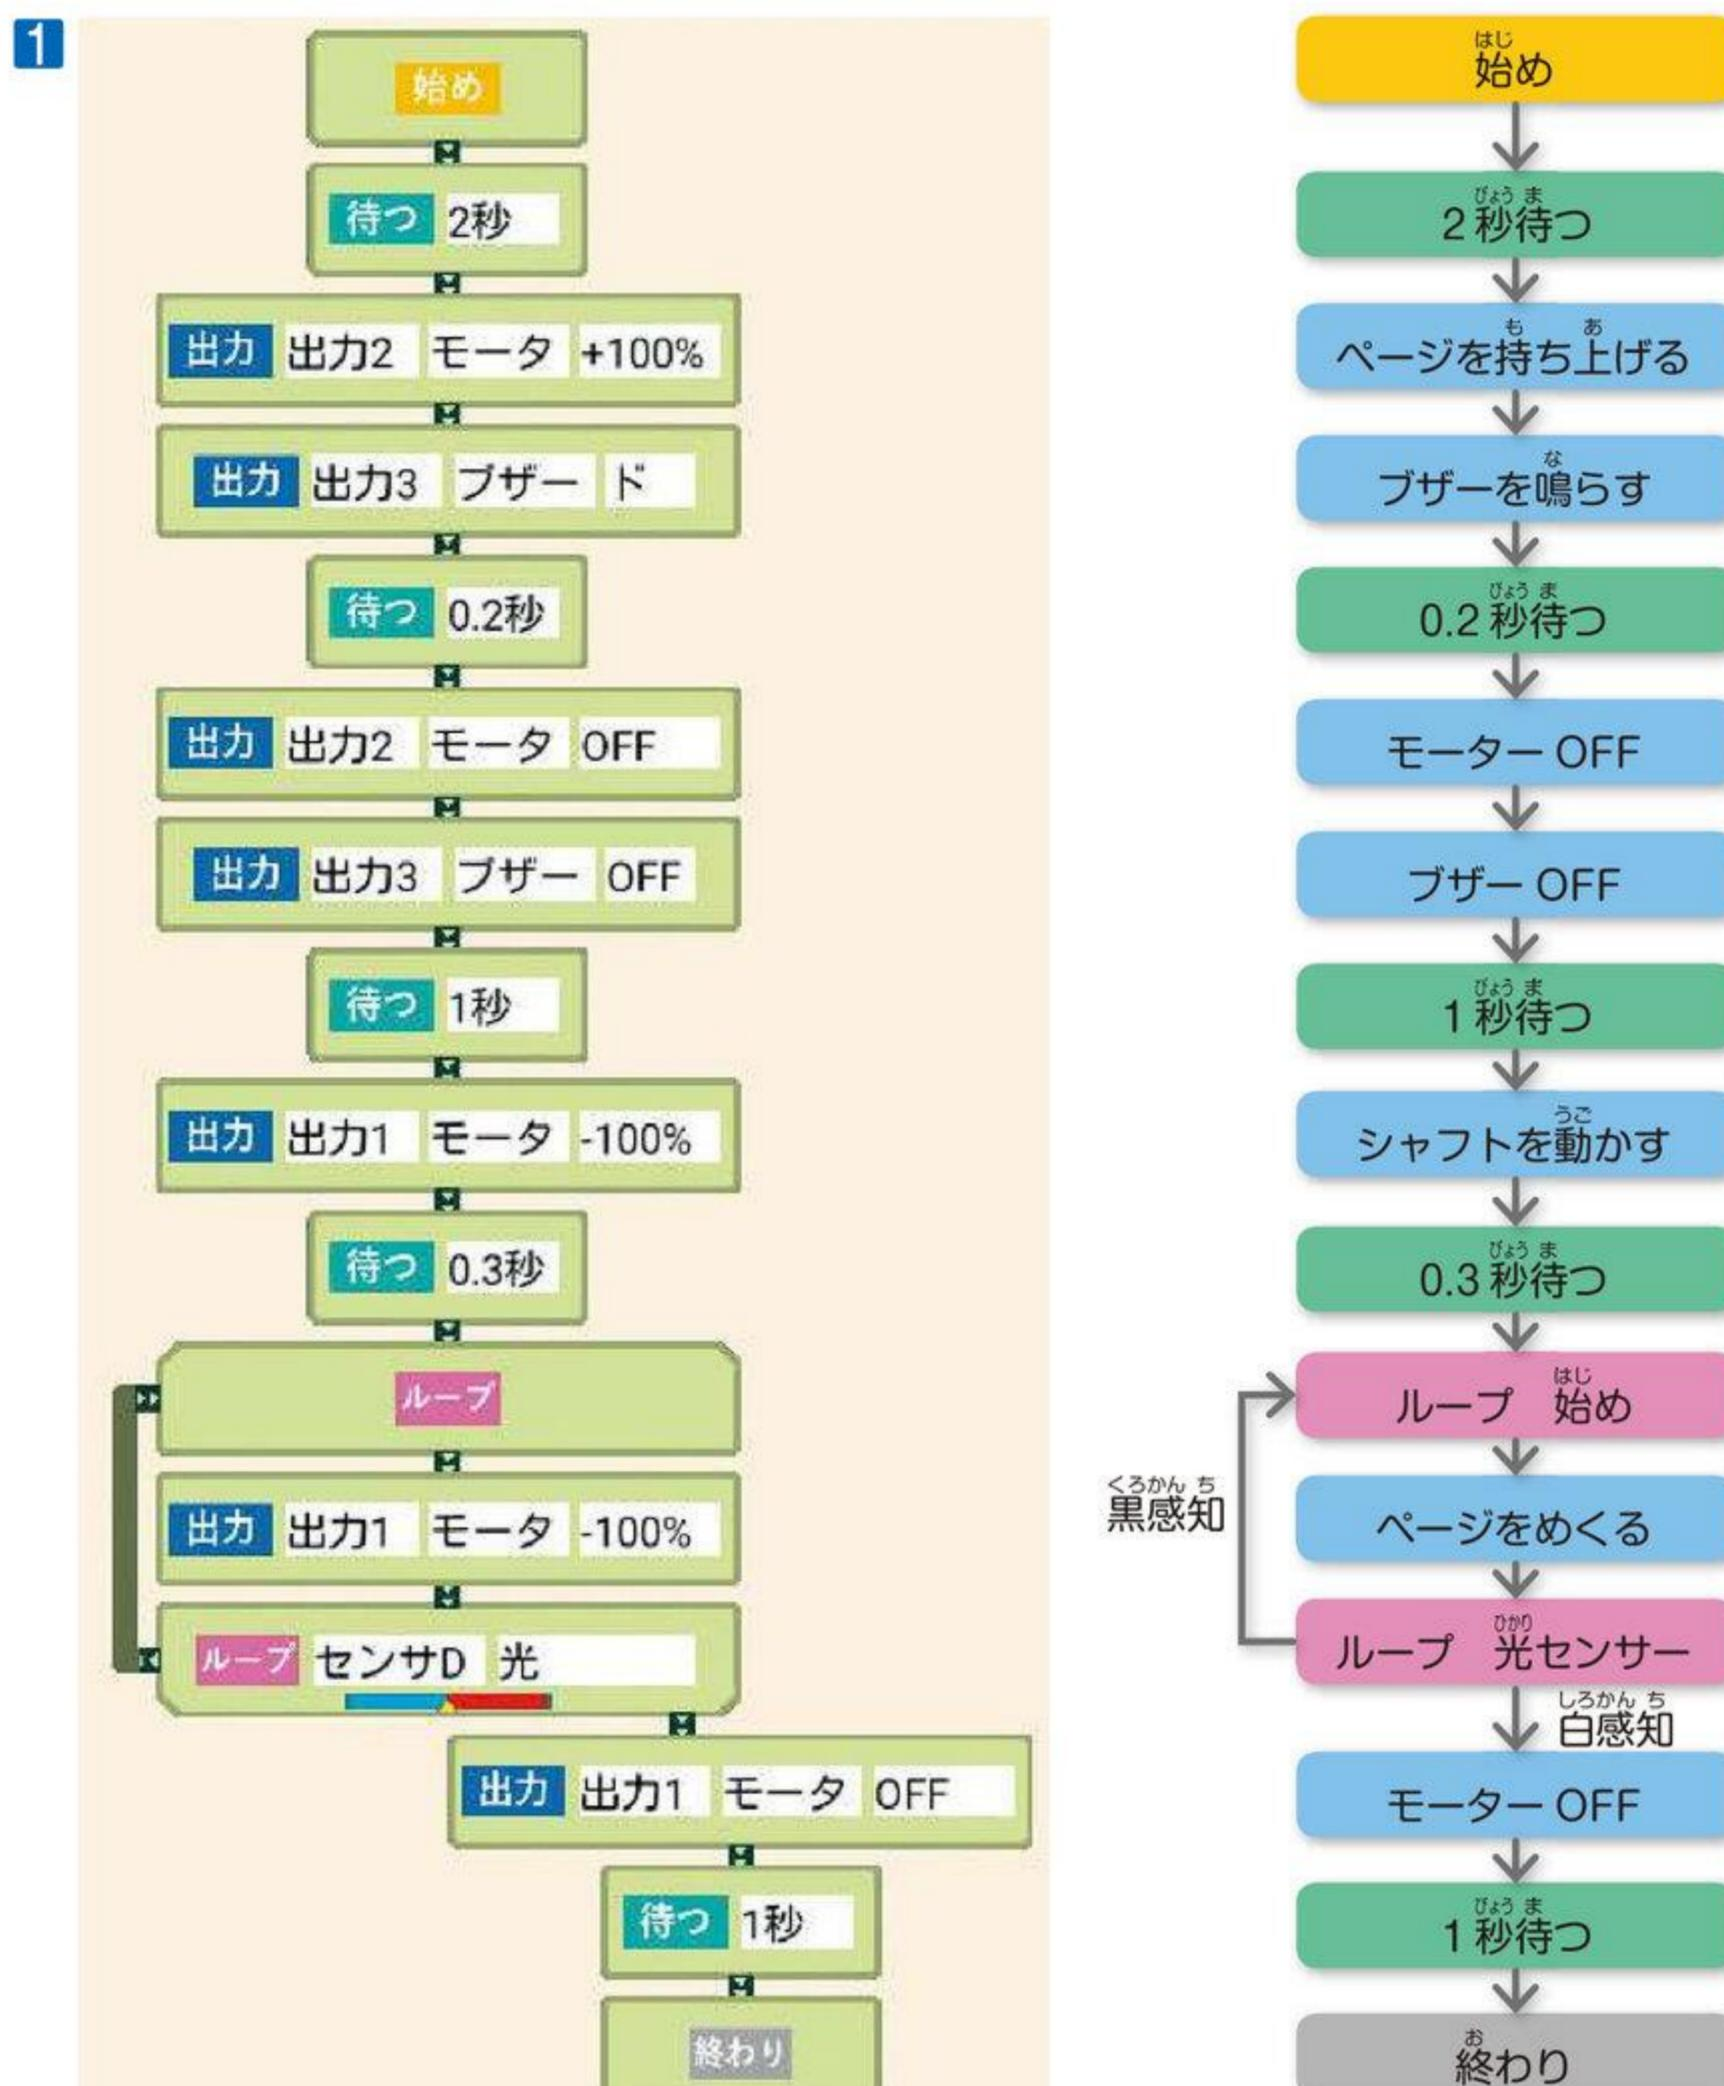

図 1のプログラムは一例です。
③マイコンブロックとタブレットを接続し、図1・3のような表示が出たら、光センサーでシャフトのある時、ない時に青い三角印▼が左右に動くことを確認し、( )内に○を付けましょう。